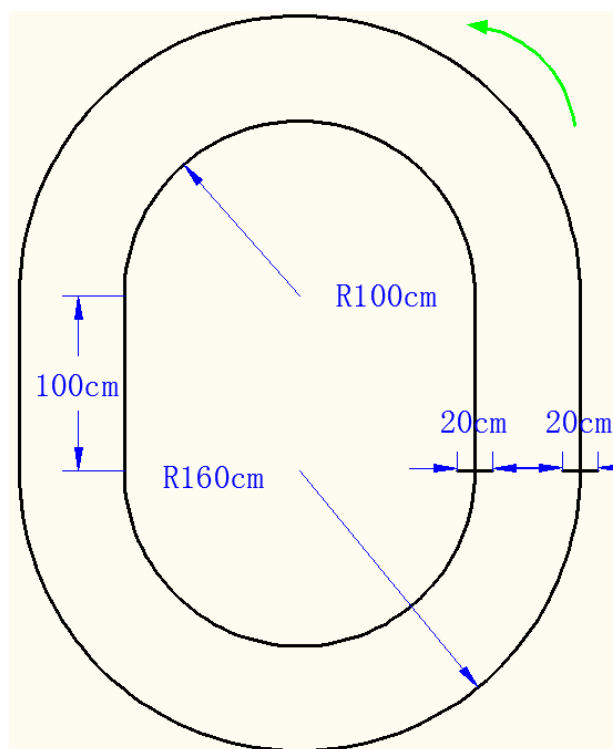

图 3 场地俯视图
1、比赛场地平面俯视图如图 3 所示。
3、比赛场地由两条黑色防滑胶带（胶带宽度为 2.5 厘米）粘贴成椭圆轨道，两赛道之间距离 60 厘米，直线部分长度为 1 米，半圆部分内圆半径为 1 米，外半圆半径为 1.6 米，具体尺寸要求见图 3。